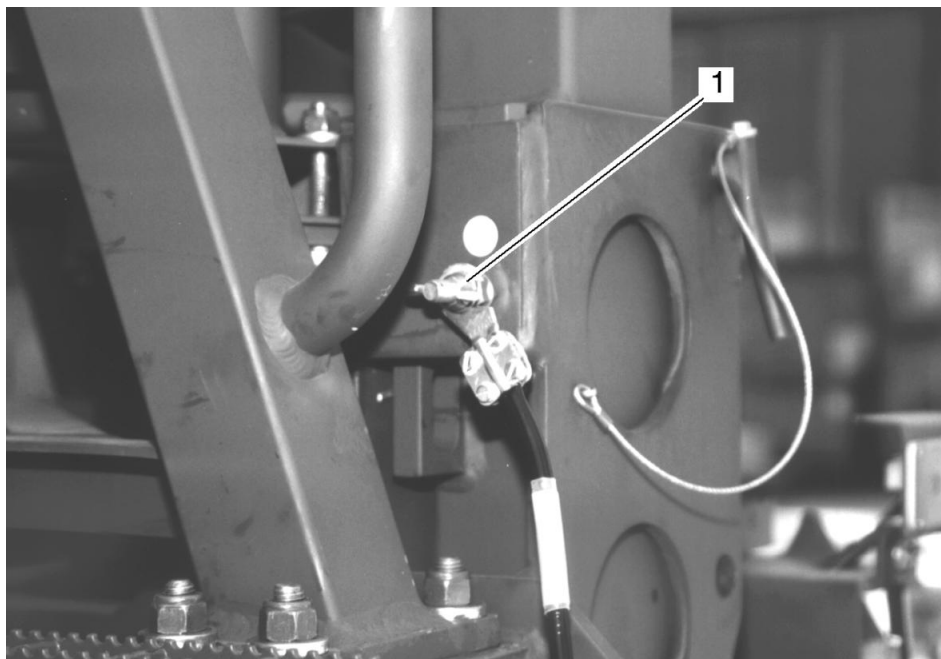

Fig. 30 Erdungsstelle am Anhängerrahmen
3. Verbinde die Erdungsleitungen, 10 m, jeweils eine, an die Erdungsschraube am Anhängerrahmen (Bild 30/1) und an die Erdungsstelle am Mastteil I (Bild 29/1).